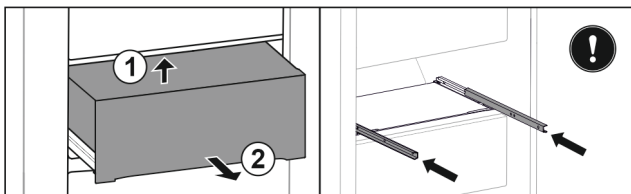

Fig. 37 \*
- ▶ Von unten hinten anheben Fig. 37 (1).\*
- ▶ Nach vorne entnehmen Fig. 37 (2).\*